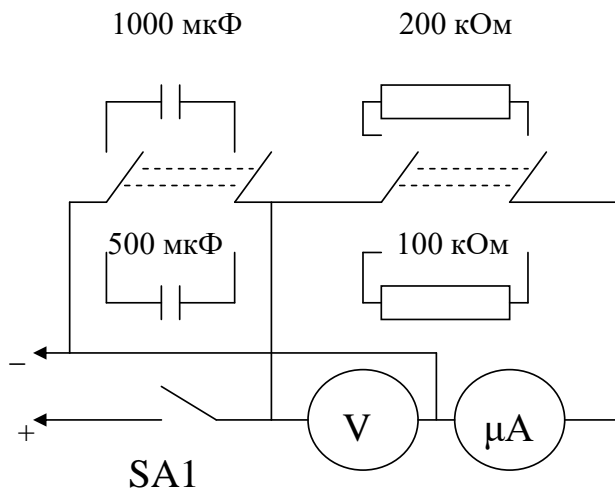

Рис. 4
1. Ознакомьтесь с лабораторной установкой и её принципиальной схемой (рис. 4). Найдите соответствие между принципиальной схемой и реальным прибором. Найдите способы управления временем разряда конденсатора.